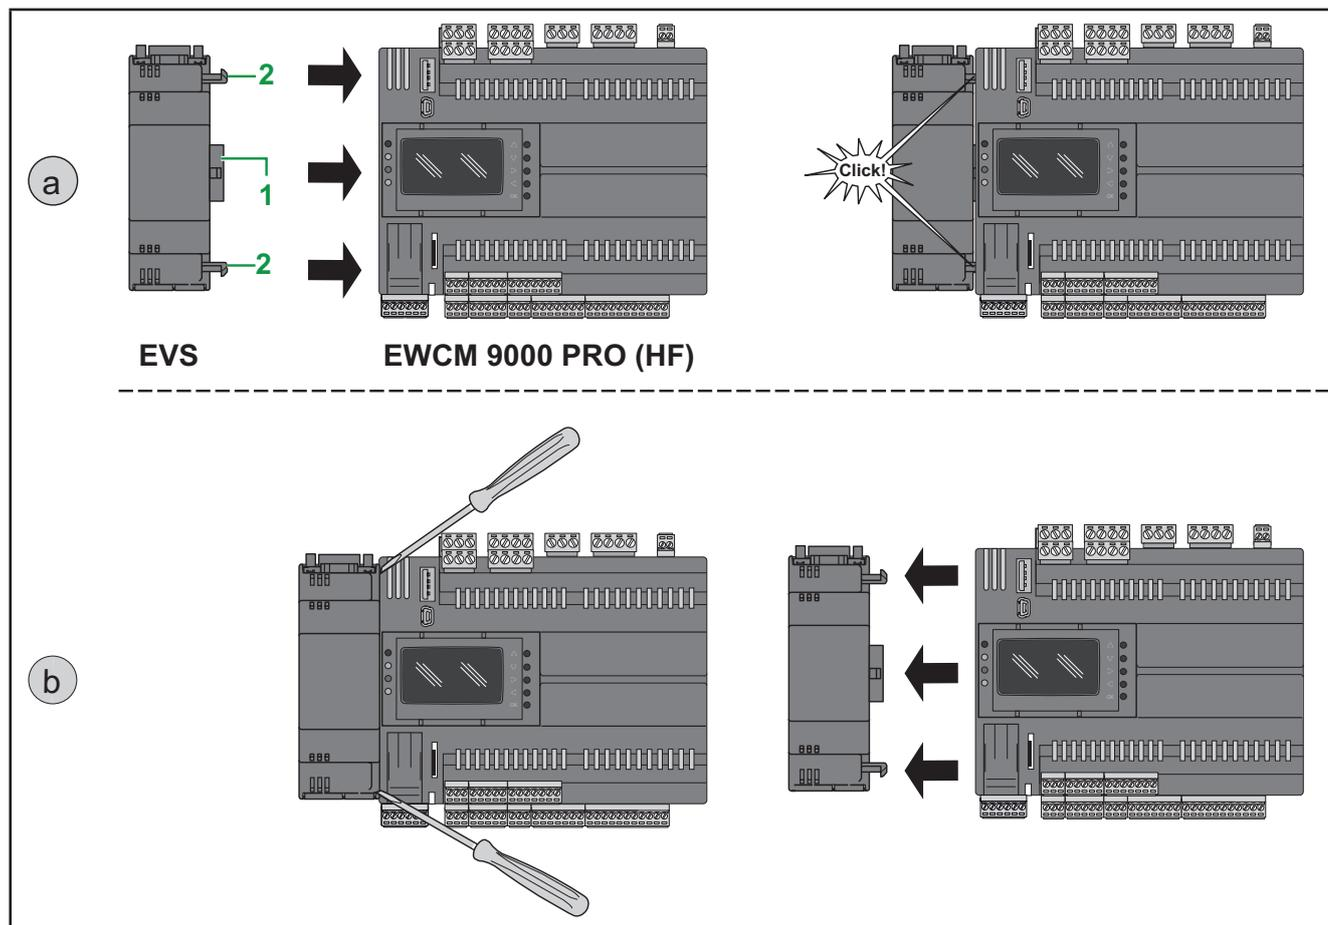

Рис. 14. Установка (а) / Снятие (б) модуля связи EVS
Модули связи **EVS** имеют формат 2DIN и могут подключаться к контроллеру **EWCM 9000 PRO** (см. **Рис. 14 на странице 28**) для увеличения числа и/или типов портов связи.
1. правильно направив разъем подключения модуля (см. элемент 1 на **Рис. 14 на странице 28**),
1. направив фиксаторы (см. элементы 2 на **Рис. 14 на странице 28**) в прорези корпуса до закрепления модуля.